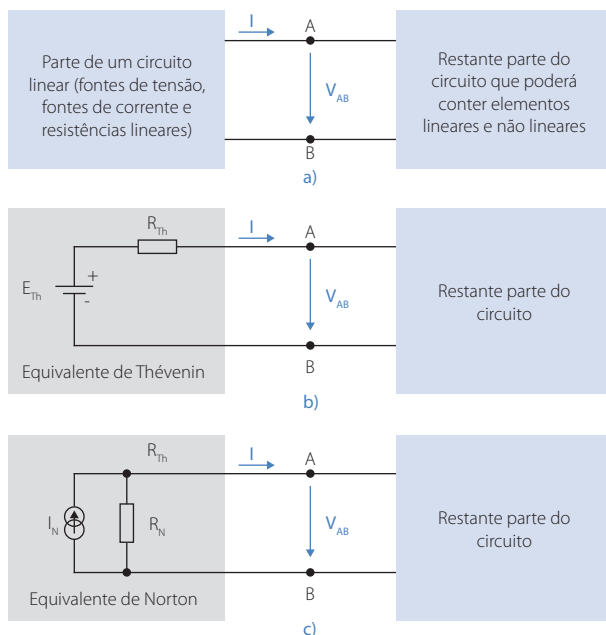

Figura 40. (a) Circuito elétrico dividido em duas partes onde a da esquerda será simplificada.
Os Teoremas de Thévenin e de Norton aplicam-se para simplificar partes de um circuito linear, seja este ativo, integrando fontes de tensão ou corrente, ou passivo por um equivalente de Thévenin ou de Norton que apresentam as mesmas características do circuito inicial. A Figura 40 ilustra este princípio:
- A sua força eletromotriz, E_{Th} , é igual à tensão aos terminais do dipolo quando este se encontra em circuito aberto, ou seja na ausência de qualquer carga aplicada (no exemplo da Figura 40 quando os terminais AB estão em aberto);
- A sua corrente, I_N , assume o valor da corrente nos seus terminais quando estes estão em curto-circuito (no exemplo da Figura 40 quando o ramo AB está em curto-circuito);